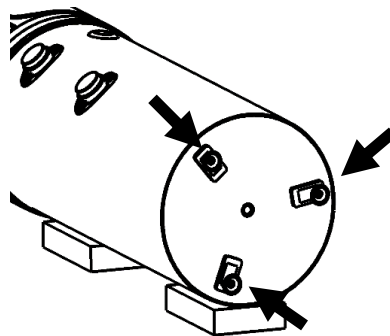

Fig. 2c;
- Montare le basette regolabili sull'apparecchio* fig. 2c